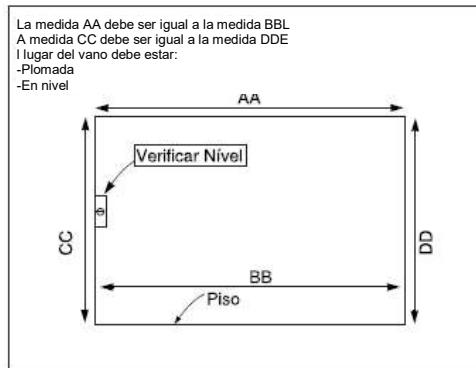
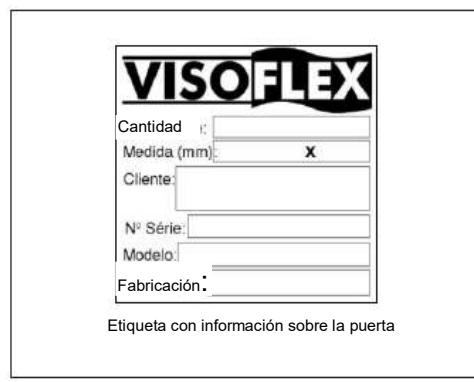

Figura 8
Figura 9
1. Para verificar las medidas del vano, se debe verificar $AA=BB$ y $CC=DD$ (vea la figura 8). Compare con la información de fabricación de la puerta que se encuentra en la etiqueta fijada dentro del panel de comando (vea la figura 9). Las medidas de fabricación se describen en el campo "Medida (mm)", siendo la medida considerada el ancho del vano x la altura del vano.